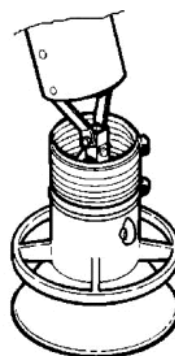

Рис. 8.4
8.2.3. Присоедините гибкий шланг ($L = 400$ мм), хомуты, патрубок воздухоприемной воронки и саму воронку к внешнему звену (см. рис. 8.4).